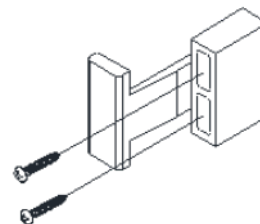

Figura 27
14. **Fije** el retenedor del mosquitero (pieza 33) a la jamba utilizando dos tornillos (pieza 42, figura 27).